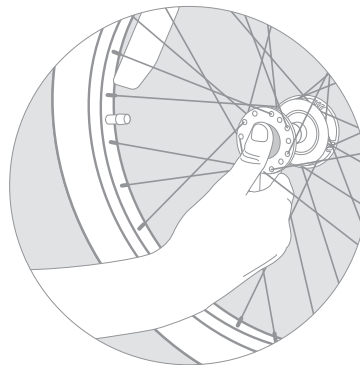

Figura 5
1. Presione el botón de goma del exterior del cojinete de la rueda (figura 5).